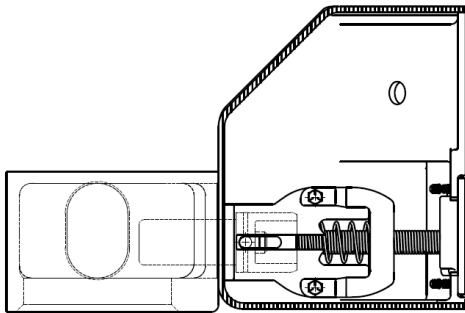
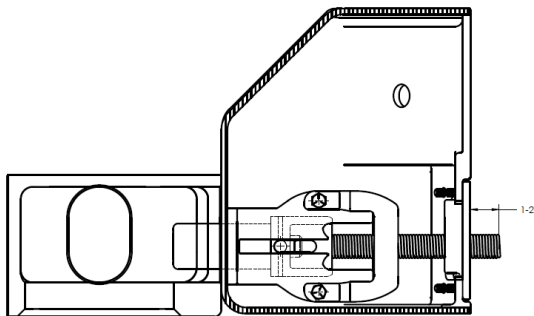

Figure 2A
Figure 3A
- a) Pour vérifier si le verrou à goupille fonctionne correctement, la goupille doit être rétractée en tirant la poignée de la position verrouillée (figures 2A et 2B) à la position partiellement rétractée (figures 3A et 3B) de sorte que la poignée se déplace d'environ 1 à 2 pouces.
- b) Une fois que la goupille est en position partiellement rétractée (Figures 3A et 3B), relâchez la poignée et la goupille doit rebondir vers l'avant et vers l'arrière en position verrouillée (Figures 2A et 2B).
- c) Si la goupille ressort vers l'avant en position verrouillée (figures 2A et 2B), la goupille de verrouillage fonctionne correctement. Si la goupille ne ressort pas vers l'avant en position verrouillée, c'est qu'elle heurte la pièce moulée du coin du récipient (non alignée), ou le ressort de verrouillage est cassé.